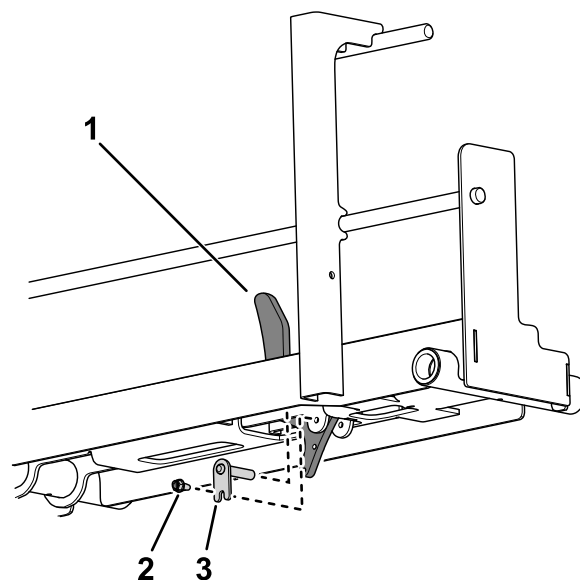

**Figura 11**
3. Utilizai o piuliă (1/4") pentru a monta un amortizor pe ansamblul platformei de încărcare (Figura 11).